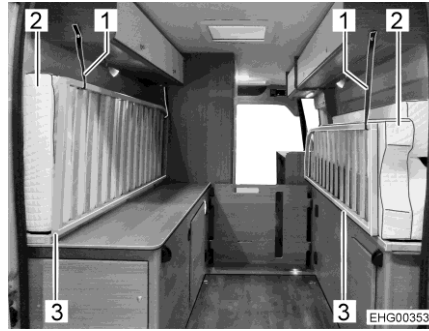

Fig. 44 Matelas et sommiers (position de transport)
- Rabattre les matelas (avec planche médiane et entretoise) des côtés gauche et droit, voir Fig. 44.
- Rabattre les deux sommiers (Fig. 44,3) vers le haut.
- Sécuriser des deux côtés les matelas (Fig. 44,2) et les sommiers avec une sangle de sécurité (Fig. 44,1).